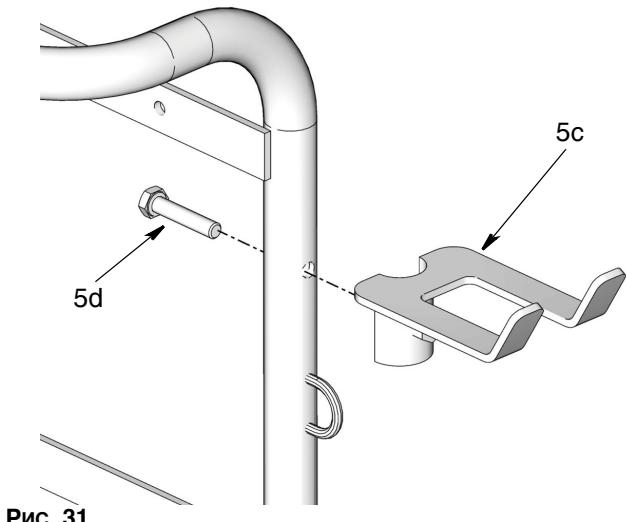

Рис. 31
- Установите скобу расходомера (5c) на раму ручки с помощью винта (5d), как показано на Рис. 31.